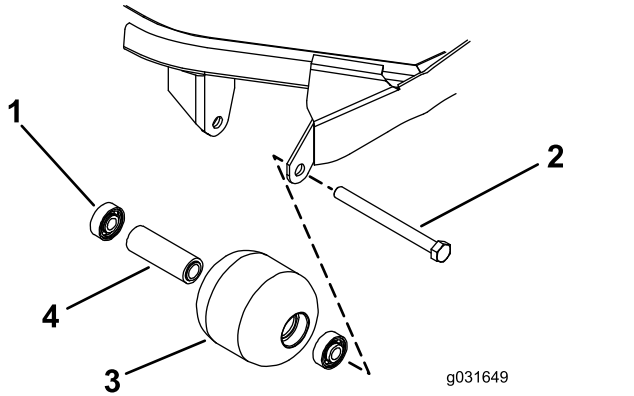

Bild 71
1. Entfernen Sie die Rollenbefestigungsschraube (Bild 71).
4. Prüfen Sie das Rollengehäuse, die Lager und das Distanzstück auf Beschädigungen (Bild 71).
1. Drücken Sie das erste Lager in das Rollengehäuse, indem Sie nur auf den äußeren Käfig oder gleichmäßig auf den inneren und äußeren Käfig drücken (Bild 71).
2. Setzen Sie ein Distanzstück ein (Bild 71).
Käfig oder gleichmäßig auf den inneren und äußeren Käfig drücken, bis es auf dem Distanzstück aufliegt (Bild 71).